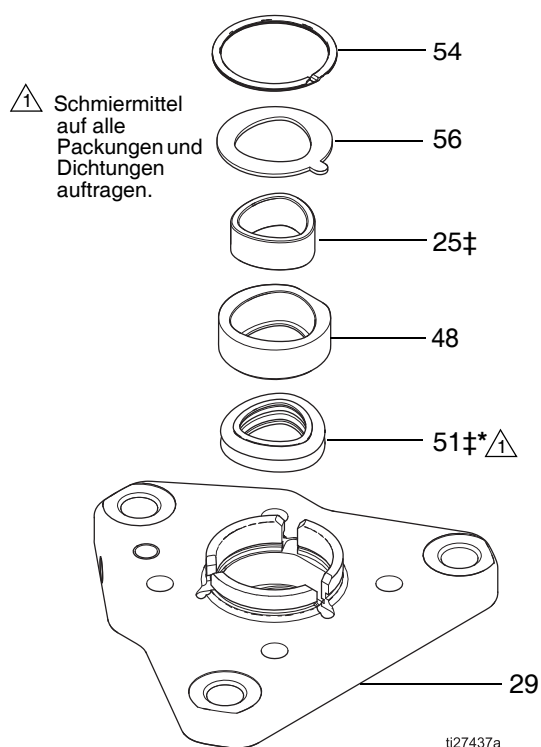

ABB. 3. Deckplattenbaugruppe
1. Schrauben (63) herausschrauben und den Klemmkragen (60) entfernen.
2. Die vier Kopfschrauben (40) und Dichtungsringe (46) von der oberen Platte (29) entfernen.
3. Vorsichtig die Deckplatte (29) der Balgkammer (45) abheben. Die Deckplatte (29) eben halten.
HINWEIS: Siehe **ABB. 3**, Seite 9. Haltering (54), Sicherungsscheibe (56), Lagergehäuse (48), Lager (25) und Sicherungsring (51) befinden sich in der oberen Platte und werden mit der oberen Platte (29) abgezogen.
- Bei einem Ausfall des Balgs ist auch das Entlüftungsventil (26) von der oberen Platte zu entfernen. Verstopfungen durch Farbe im Materialweg entfernen.
Siehe ABB. 3, Seite 9.
1. Die Deckplattenbaugruppe (29, siehe ABB. 3, Seite 9) über die Faltenbalgbaugruppe (53‡) einbauen, dabei die Formen von Faltenbalgmuffe (34) und der Stützdichtung ausrichten (51‡*). Um die gewünschte Ausrichtung zu erhalten, in Schritten von 90° drehen und dabei die Schrauben ausrichten.
- HINWEIS:** Siehe ABB. 3, Seite 9. Haltering (54), Sicherungsscheibe (56), Lagergehäuse (48), Lager (25) und Sicherungsring (51) befinden sich in der oberen Platte und werden mit der oberen Platte (29) abgezogen.
6. Haltering (54), Sicherungsscheibe (56), Lagergehäuse (48), Lager (25) und Sicherungsring (51) vorsichtig von der oberen Platte (29) abnehmen. Siehe ABB. 3, Seite 9.